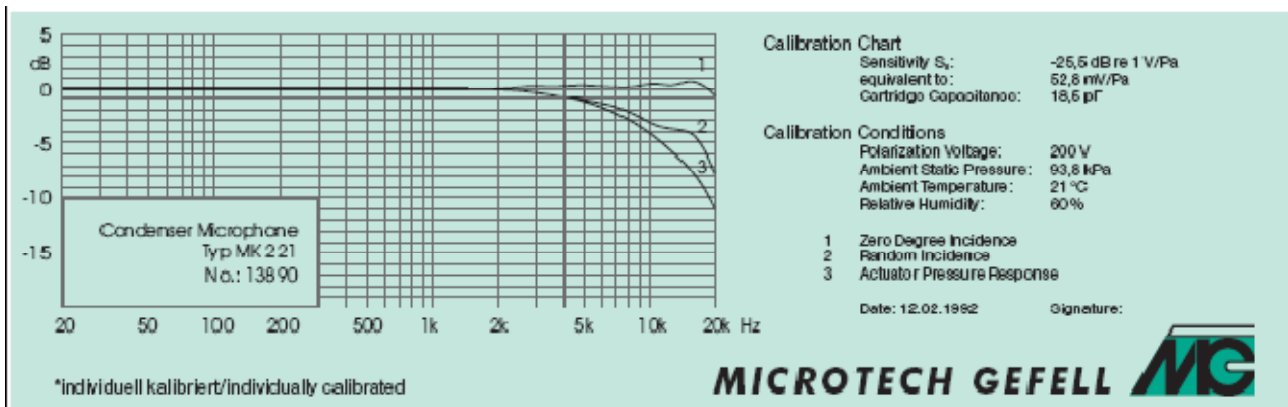

Figura 5.3.2a Il microfono di riferimento MK221 di Mikrotech Gefell.
Se è possibile ottenere un microfono di misurazione di alta qualità (ad esempio vedere la Figura 5.3.2a), è possibile utilizzarlo per calibrare il proprio. Una buona descrizione della procedura può essere trovata nella home page di Earthworks nell'articolo "Come funziona Earthworks Measures Microphones" (3). Per frequenze superiori a 500 Hz, Earthworks utilizza il metodo di sostituzione in cui un driver di prova viene misurato in un baffle infinito con un microfono di riferimento. Il problema è che è difficile trovare una camera anecoica adatta (abbastanza grande) per la misurazione delle basse frequenze. Per risolvere questo problema, l'Earthworks utilizza una piccola camera di pressione per la calibrazione a frequenze più basse (vedere la Sezione 5.3.2).